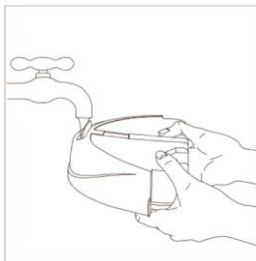

Figura 10
2. Deschideți capacul de admisie a apei și goliți apa cu duritate scăzută (până la 7dH)(Figura 10).